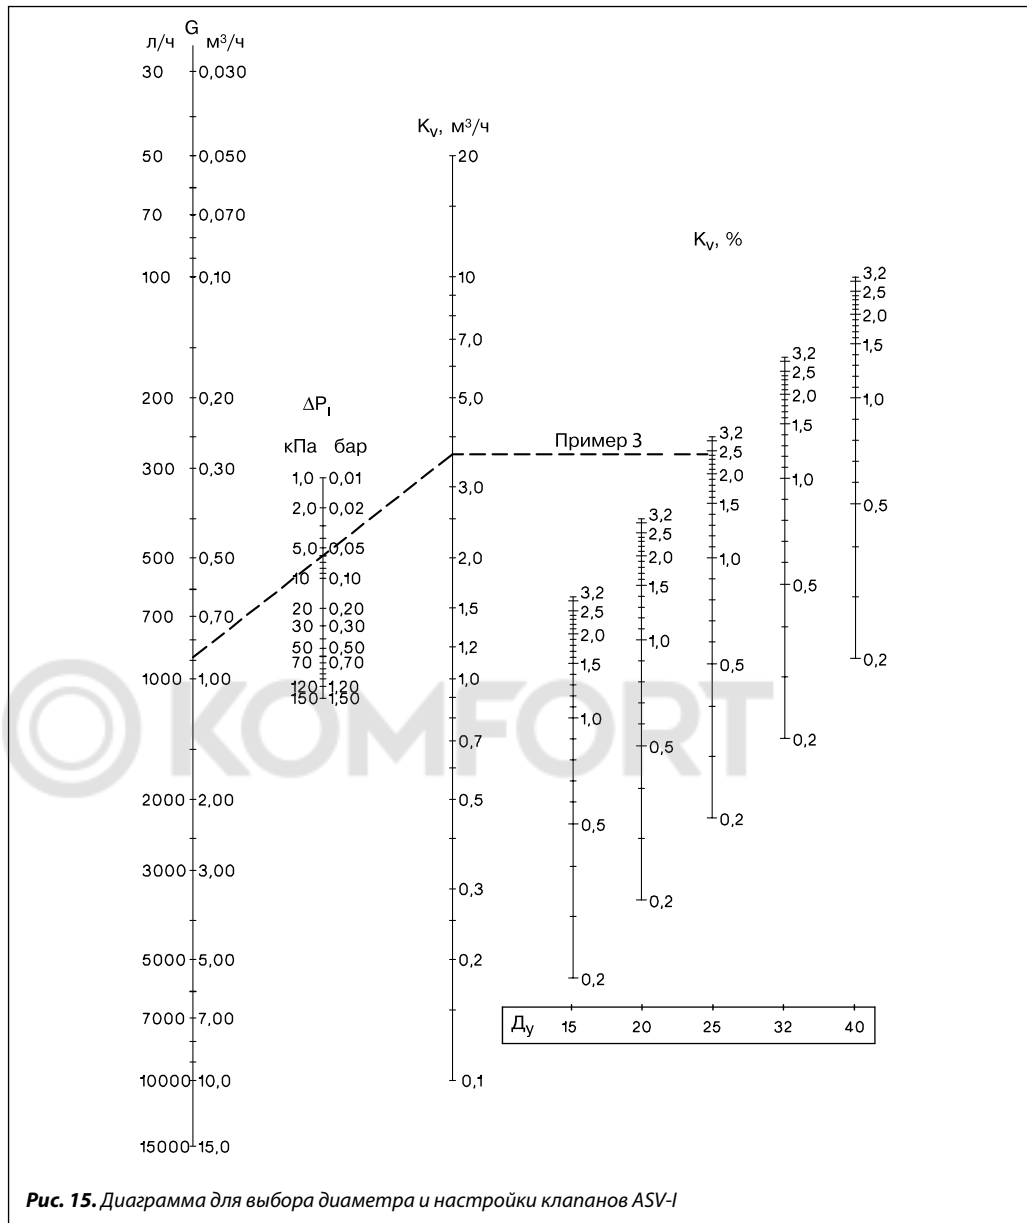

Рис. 15. Диаграмма для выбора диаметра и настройки клапанов ASV-I
3. По диаграмме (рис. 15) находим настройку клапана ASV-I, $D_y = 25$ мм, — 2,4 оборота штока. Настройку можно определить по номограмме без вычисления K_V . Для этого нужно соединить точки расхода 0,88 м³/ч на шкале G с точкой 0,06 бар на шкале ΔP_I . Затем, продлив линию, соединяющую данные точки, на шкале K_V находим требуемое значение пропускной способности — 3,6 м³/ч. Далее проводим горизонтальную линию до вертикальной шкалы настроек клапана — $D_y = 25$ мм, где находим значение настройки.
Запорно-балансировочный клапан ASV-I снабжен двумя цанговыми ниппелями для измерения перепада давлений на нем с помощью специального прибора фирмы «Дanfoss» типа PFM 3000 (см. стр. 83) или ему подобных. Прибор подключается к ниппелям клапана с использованием штатных шлангов с быстроразъемными соединениями. После присоединения шлангов вентили ниппелей открываются поворотом их на ½ оборота против часовой стрелки 8-мм гаечным ключом. По измеренному перепаду давлений на полностью открытом клапане известного диаметра по диаграмме, представленной на рис. 15, можно определить фактический расход среды в трубопроводе системы. После проведения измерений вентили ниппелей следует закрыть поворотом их по часовой